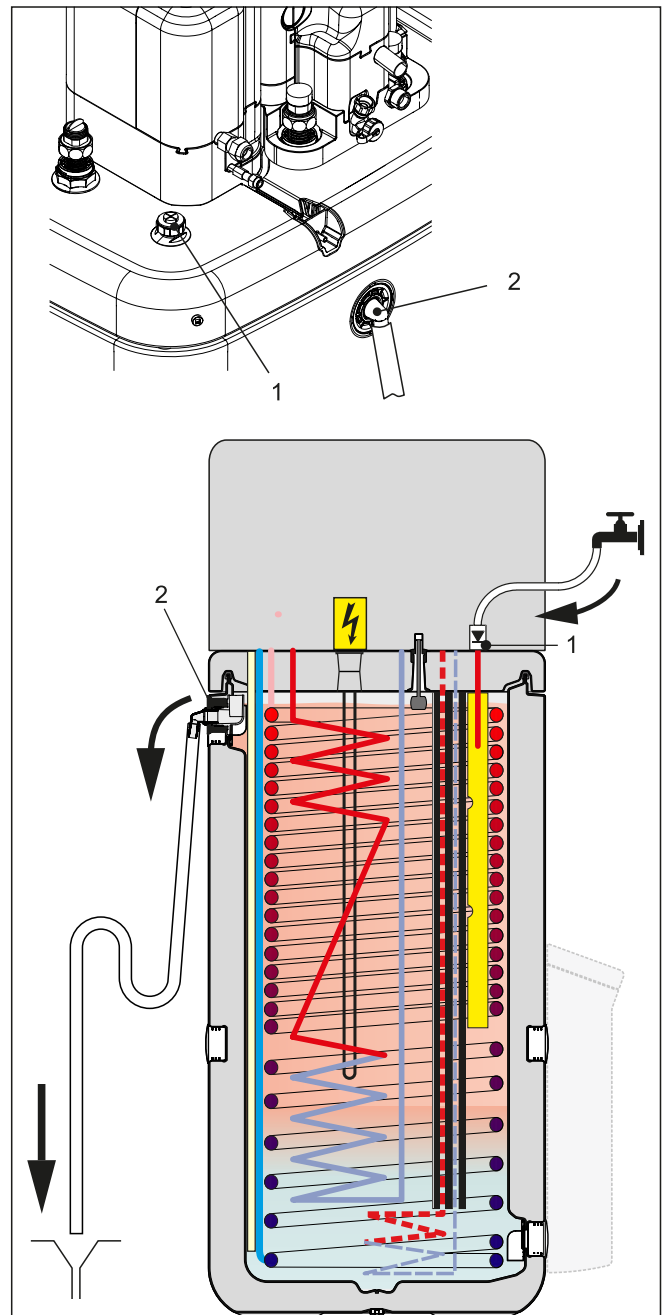

Bild 7-1 Befüllung Pufferspeicher - ohne angeschlossenes Drain-Back Solar-System
- 1 Füllschlauch mit Rückflussverhinderer (1/2") an den Anschluss "Solar - Vorlauf" (Bild 7-1, Pos. 1) anschließen.
- 2 Speicherbehälter des Innengeräts befüllen bis Wasser an dem Überlaufanschluss (Bild 7-1, Pos. 23) austritt.
- 3 Speicherbehälter des Innengeräts befüllen bis Wasser an dem Überlaufanschluss (Bild 7-1, Pos. 23) austritt.